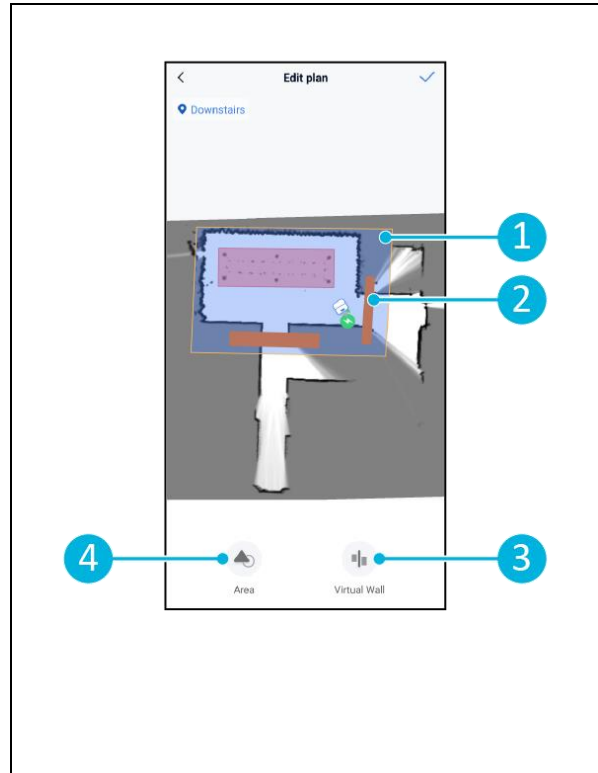

Figura 24
5. Creare l'area (Figura 24, pos.1) e (Figura 24, pos. 4) che il co-botico™ 45 pulirà.
6. Creare, se necessario, un muro virtuale (Figura 24, pos.2) e (Figura 24, pos. 3).
6. Creare, se necessario, un muro virtuale (Figura 24, pos.2) e (Figura 24, pos. 3)